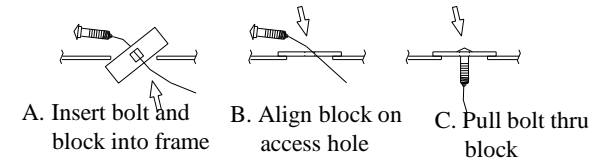

Figure 2
4. En se basant sur l'illustration de la procédure inversée du fil de tirage, acheminer le boulon de carrosserie 1/2-13 et l'espaceur dans le longeron côté passager. Laisser le fil de tirage lié aux pièces de visserie. Voir Figure 2.
4. En se basant sur l'illustration de la procédure inversée du fil de tirage, acheminer le boulon de carrosserie ½-13 et l'espacer dans le longeron côté passager. Laisser le fil de tirage lié aux pièces de visserie. Voir Figure 2.